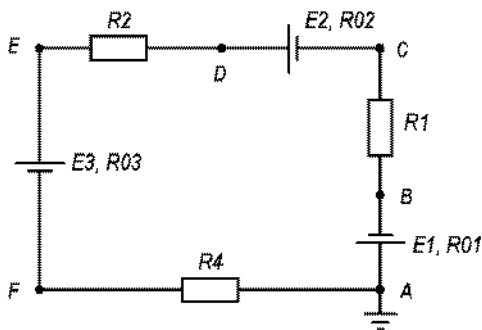

Рисунок 1.33
**Пример 1.** Для цепи (рис. 1.33) известны величины:  $E_1 = 8 \text{ В}$ ;  $E_2 = 24 \text{ В}$ ;  $E_3 = 9,5 \text{ В}$ ;  $R_1 = 0,5 \text{ Ом}$ ;  $R_2 = 1 \text{ Ом}$ ;  $R_3 = 1,5 \text{ Ом}$ ;  $R_{01} = 0,15 \text{ Ом}$ ;  $R_{02} = 0,1 \text{ Ом}$ ;  $R_{03} = 0 \text{ Ом}$ .